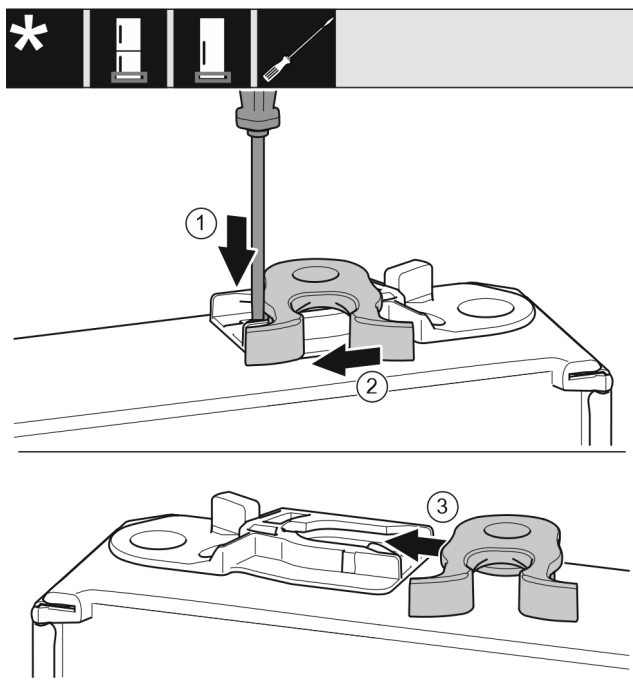

Fig. 23*
- ▶ Odvijačem s ravnom glavom pritisnite spojnicu Fig. 23 (1) prema dolje.*
- ▶ Izvucite kuku za zatvaranje Fig. 23 (2) iz vodilice.*
- ▶ Gurnite kuku za zatvaranje Fig. 23 (3) na drugoj strani u vodilicu.*